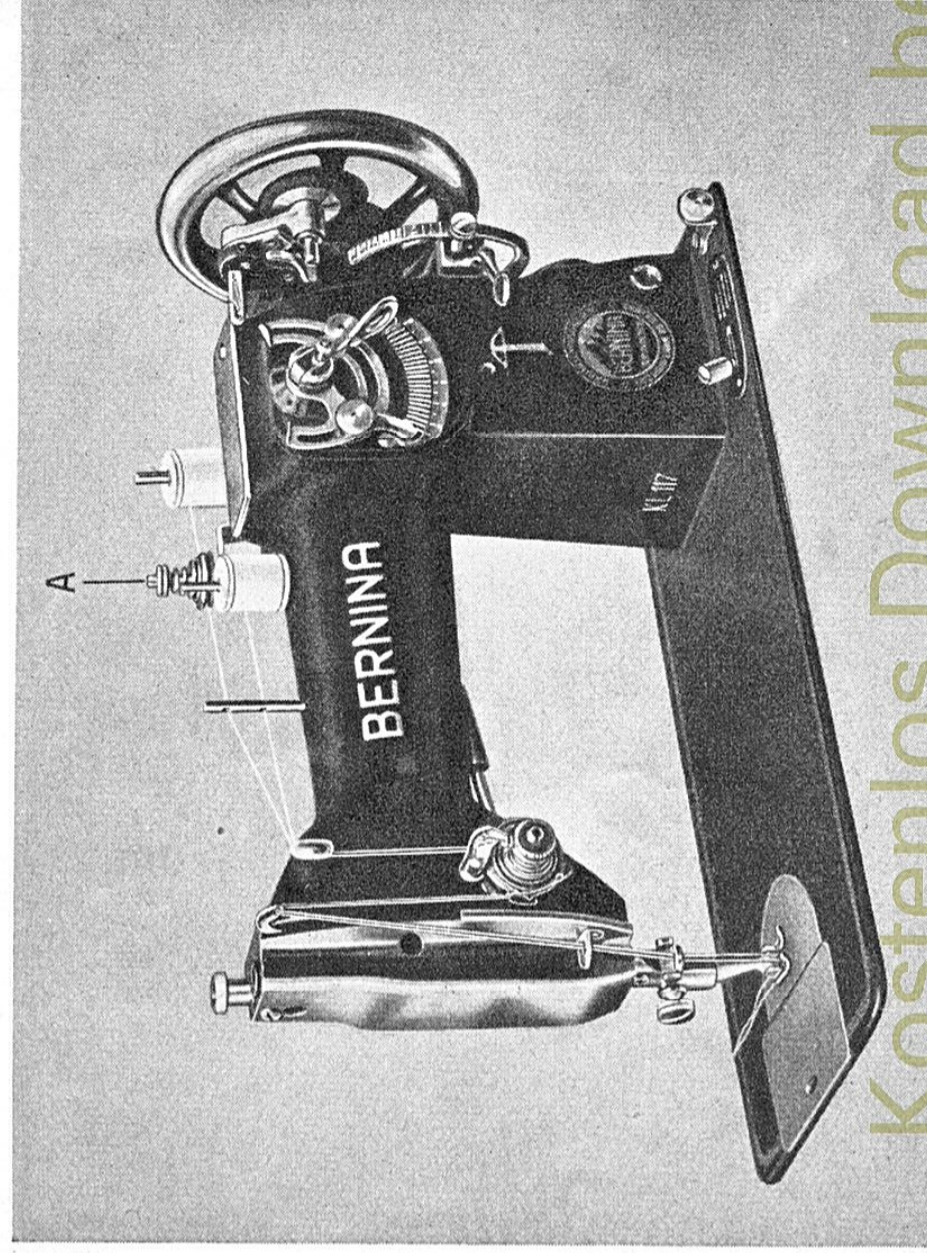

Abb. 41
Für hochgezogene Knopflöcher muss als Oberfaden unbedingt maffes, sechsfaches 40er Garn verwendet werden, während im Schiffchen ein ganz feiner Faden nötig ist (60/2). Bei farbigen Arbeiten muss beim hochgezogenen Knopfloch (C) das farbige 2-fache Garn **auf die Schiffchenspule gespult** werden. Spannungszeiger muss stark gegen Nr. 3 gestellt sein. (Wenn eine zweite Oberfadenspannung (Hilfsspannung zum Biesennähen, Seite 38, Abb. 41 «A») vorhanden ist, kann diese zum starken Spannen des Oberfadens mitbenützt werden.)
4. Die Einfädelerung der Maschine ist aus Abb. 41 ersichtlich.